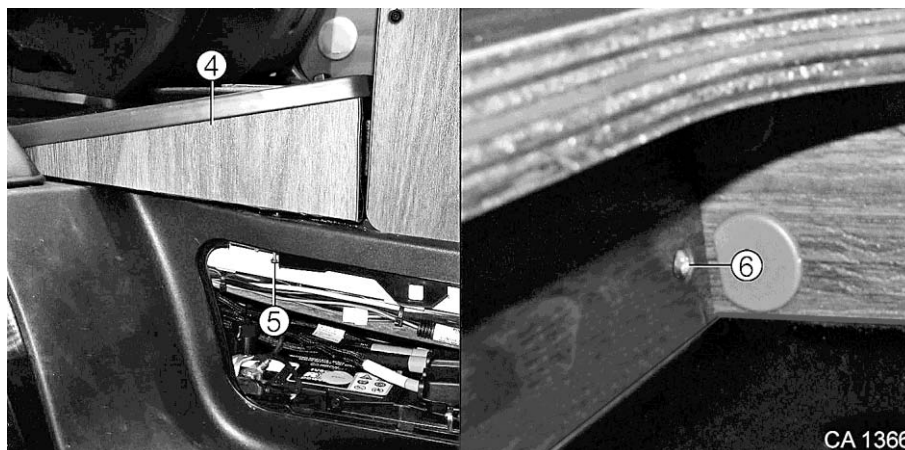

Fig. 206 Remplacer la batterie du véhicule
3. Démontez le repose-pieds (Fig. 206/4) devant le siège en cabine.
4. A l'aide d'un tournevis Phillips, desserrer une vis (Fig. 206/5) dans le logement à batterie.
5. Desserrer une vis (Fig. 206/6) dans le compartiment de service à côté du siège en cabine avec un tournevis Phillips.